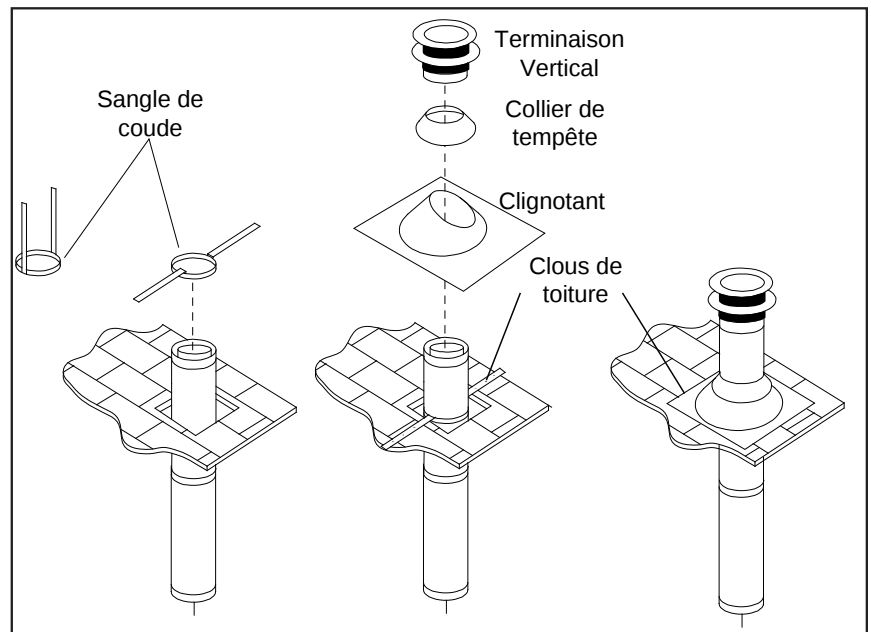

Figure 61: Terminaison de ventilation verticale
- Étape 3.** Pour installer la boîte de support ronde/coupe murale dans un plafond plat, coupez un **trou carré de 10 po (25,4 cm)** dans le plafond, centré dans le trou percé à l'étape 2. Encadrez le trou comme illustré à la Figure 61.
- Étape 6.** Une fois que les sections de tuyau ont été jointes et acheminées à travers le trou dans le toit, glissez une sangle coudée sur les sections exposées, pliez les sangles de support vers l'extérieur et poussez la sangle coudée jusqu'au niveau du toit, comme illustré à la Figure 61 Serrez le collier autour de la section de tuyau. Utilisez un niveau pour vous assurer que le tuyau est vraiment vertical. Avec des clous à toiture, fixez les sangles de support au toit. Scellez les têtes des trous des clous avec du mastic non durcissant. Coupez la longueur excédentaire des bandes de support qui s'étendent au-delà du bord du solin.
- Étape 9.** Glissez le collet de solin sur le tuyau et poussez-le vers le haut du solin de toit comme illustré à la Figure 61. Utilisez le scellant non durcissant autour du joint entre le tuyau et le collet de solin.